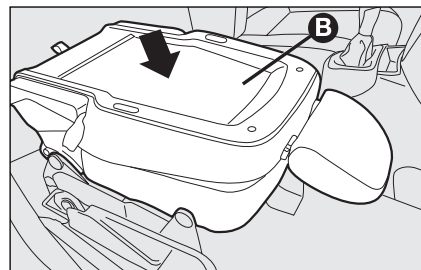

fig. 23
- ☐ druk vervolgens de rugleuning **B-fig. 23** omlaag: de stoel is nu volledig ingeklapt in “tafel”-stand;